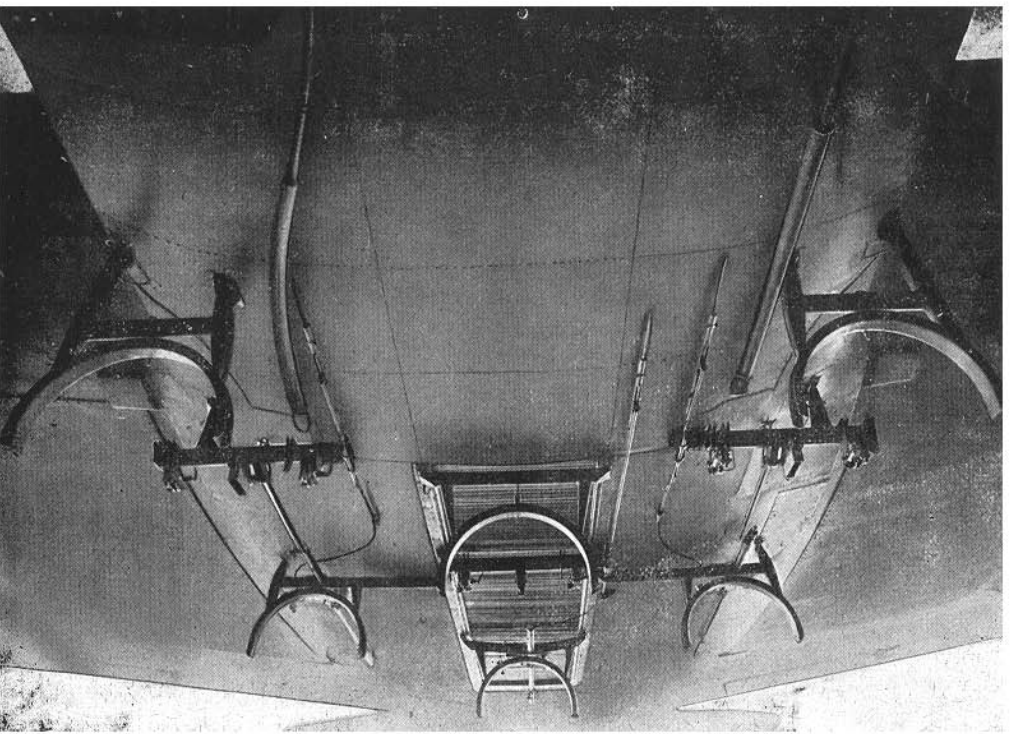

Fig. 74
1) **Travature e lunette** (fig. 74).